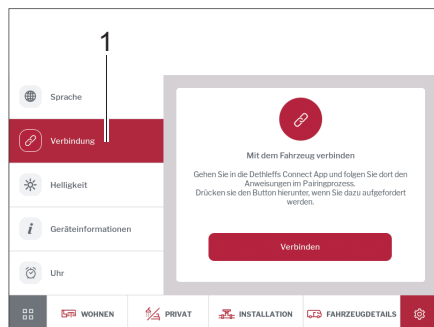

Bild 291 Anslutning
- Klicka p knappen *Anslutning* (Bild 291,1).